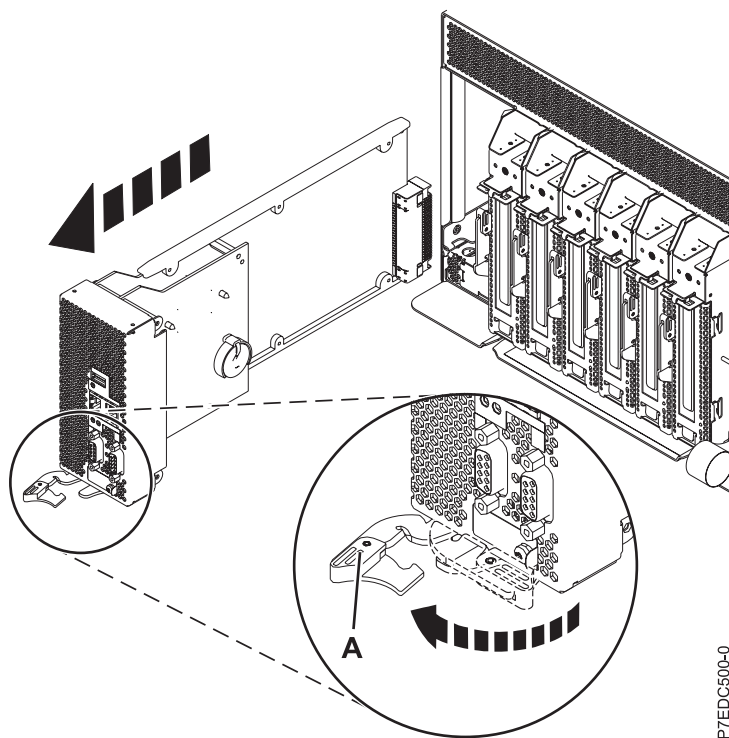

Abbildung 1. Serviceprozessorkarte ausbauen
8. Drehen Sie den Feststellhebel (**A**) in die in Abb. 1 auf Seite 3 gezeigte Richtung, um die Serviceprozessorkarte zu lösen.